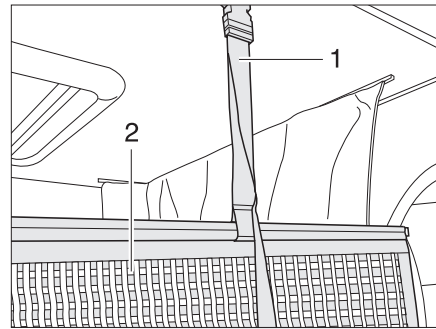

Fig. 111 Fixation filet de sécurité
Le filet de sécurité (Fig. 111,2) et les sangles de retenue sont rangés sous le matelas. Ne tendre le filet de sécurité qu'une fois que les personnes se trouvent dans le lit escamotable.
- Faire s'enclencher les sangles de retenue (Fig. 111,1) dans les œillets du plafond.